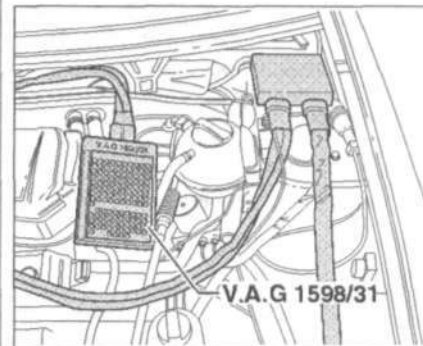

Рис. 4.20. Присоедините тестер V.A.G 1598/18 к жгуту проводов блока управления двигателем.
13. Если заданное значение не достигается: присоедините тестер V.A.G 1598/18 к жгуту проводов блока управления двигателем. Блок управления должен быть отсоединен (рис. 4.20).